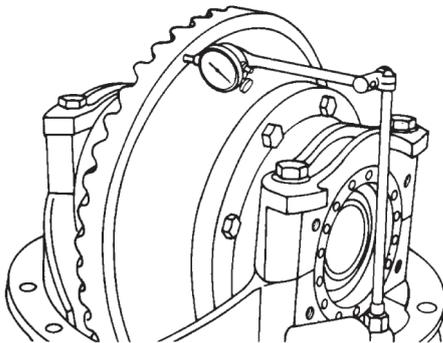

Figura 111
- Verifique, em seguida, a planicidade da face traseira da coroa (Figura 111). Se o valor encontrado exceder a 0,20 mm, remova a coroa, verifique as causas e corrija.